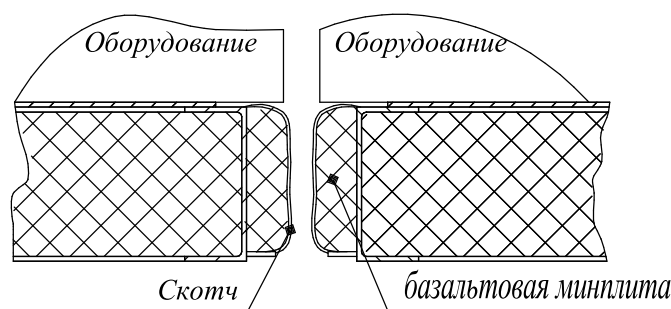

Рисунок 14 - Заполнение труднодоступных щелей до стыковки блоков
3.5.4 В труднодоступных местах нижнего стыка блоков заполнять щели до стыковки блоков, с креплением утеплителя (минплита) скотчем к раме основания (смотри рисунок 14).